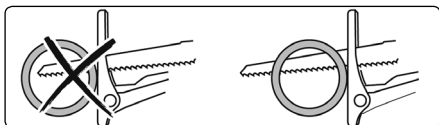

Abb. 11
- Achten Sie immer darauf, dass die Länge vom Sägeblatt mit ausreichender Reserve größer ist, als der Durchmesser des bearbeiteten Werkstücks. Im gegenteiligen Fall droht die Gefahr, dass das Sägeblatt sich im hohlen Material verkantet und es zu einem Rückschlag kommt, siehe Abb. 11.